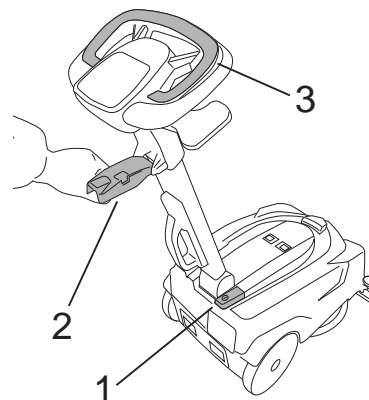

Fig.16
- Trykk på hovedbryteren (fig.16 - ref.1).
- Senk sugenalen ved hjelp av spaken (fig. 16 - ref. 2).
- Aktiver betjeningsspaken for børsten (fig. 16 - ref. 3).
- Løft sugenalen ved hjelp av spaken (fig. 16 - ref. 2).